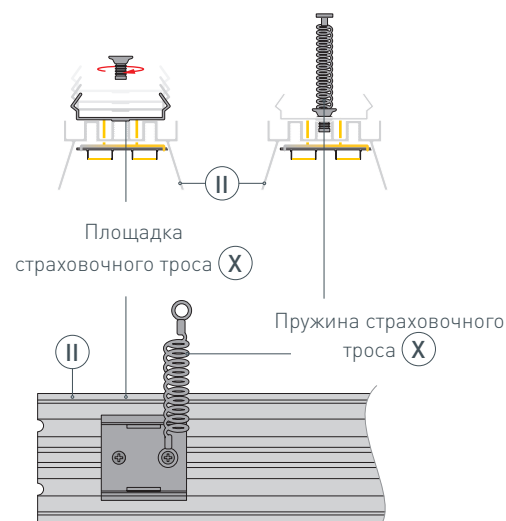

Рис. 3. Установка страховочного троса-пружины (X) на основание для ленты (II). Вид сверху
- 3** / Выведите сетевой кабель на поверхность. Просверлите в потолке отверстия в местах установки держателей (IX). Вставьте в отверстия дюбели. Закрепите держатели (IX) на поверхности с помощью саморезов.
- 4** / Произведите монтаж ленты согласно инструкции к светодиодной ленте (IV). Перед установкой ленты (IV) обезжирьте поверхность основания для ленты (II), снимите защитный слой и приклейте ее. Через отверстие в основании для ленты (II) выведите кабель питания светодиодной ленты.
- 5** / На основание для ленты (II) установите площадку и пружину из комплекта страховочного троса (X). Зафиксируйте их при помощи комплектных шурупов, как показано на рис. 3. **Рекомендуется использовать комплект страховочного троса-пружины (X) на один метр.**